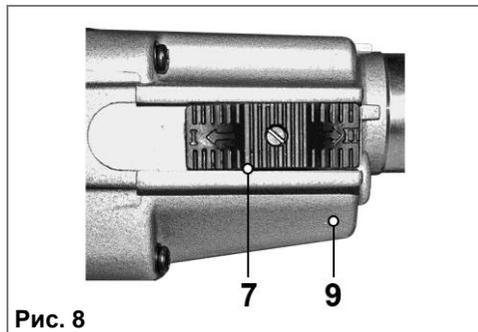

Рис. 8
7.4.3. Нажмите на переключатель (7) и, удерживая его в нажатом состоянии, переместите в направлении стрелки, обозначающей скорость (только для модели **МЭ-2 1600Э**, Рис.8).